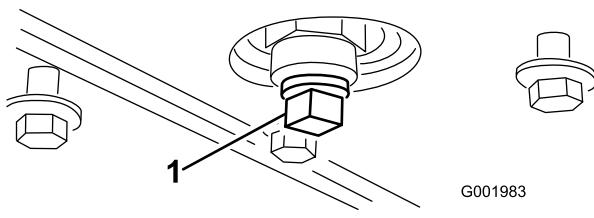

Figura 47
- Togliete il tappo di spurgo. (Figura 47).